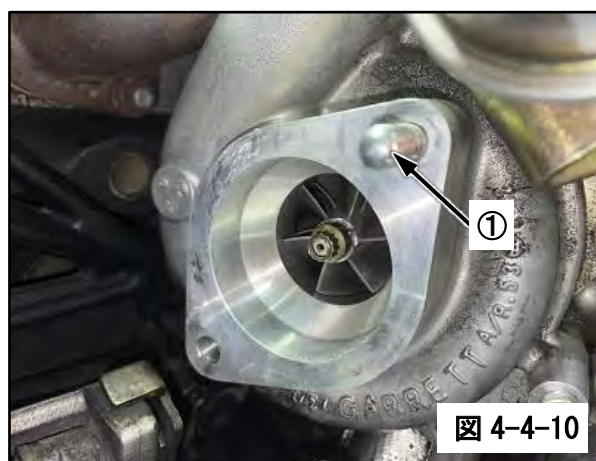

図 4-4-10
- (10) フロント、リヤのコンプレッサーハウジングのサクシヨン側フランジに①スタッドボルト M8 を取付けてください。(図 4-4-10)
フロント、リヤ共に図 4-4-10 の位置(片側)に取付けます。